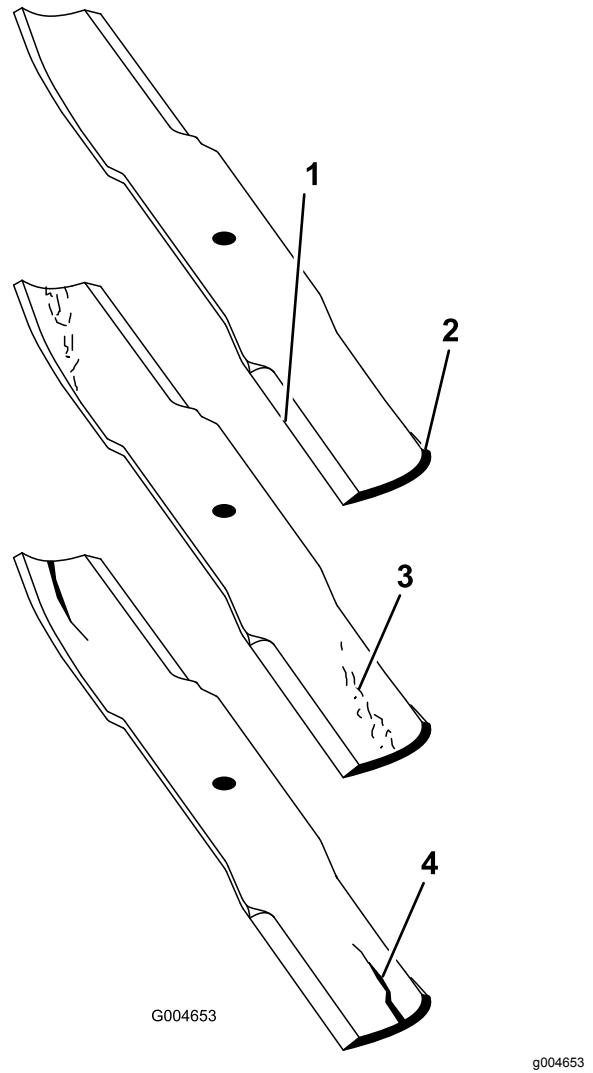

Figure 118
2. Examinez attentivement les tranchants de la lame, particulièrement au point de rencontre des parties plane et de l'ailette (Figure 118).
Remarque: Le sable et les matières abrasives peuvent éroder le métal à cet endroit, c'est pourquoi il est important de contrôler l'état de la lame avant d'utiliser la tondeuse. Remplacez la lame si elle vous semble usée (Figure 118).